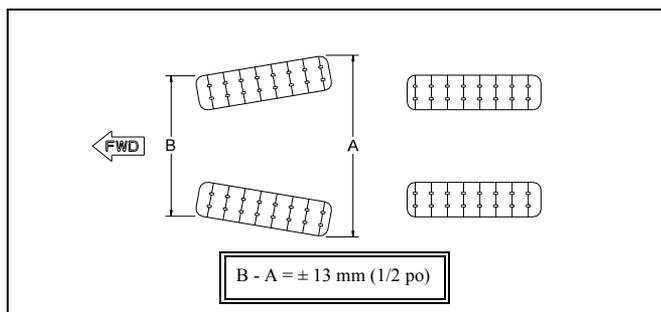

Figure 10
On exige d'ajuster le parallélisme alors que le VTT est placé sur le sol, en déplaçant celui-ci vers l'avant sur environ 3 m (10 pieds) pour ensuite mesurer le parallélisme. Celui-ci devrait être de 13 mm (1/2 po) inférieur à l'avant (B) par rapport à l'arrière (A). Voir la Figure 10.